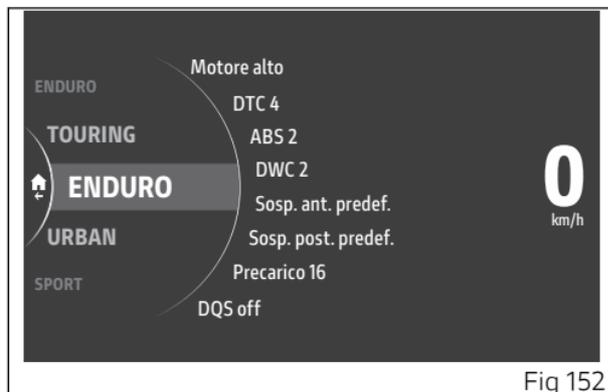

Fig 152
- Viene visualizzata la schermata dedicata (Fig 152) dove, tramite joystick ▲ ▼, è possibile scorrere le Modalità di guida disponibili e visualizzarne i parametri con i relativi valori impostati.